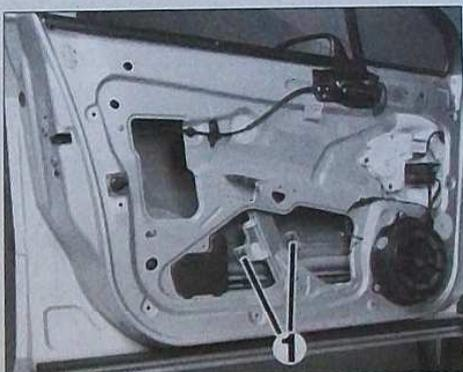

FIG. 24
Remonter la glace jusqu'à faire apparaître les fixations (1) (Fig.24).